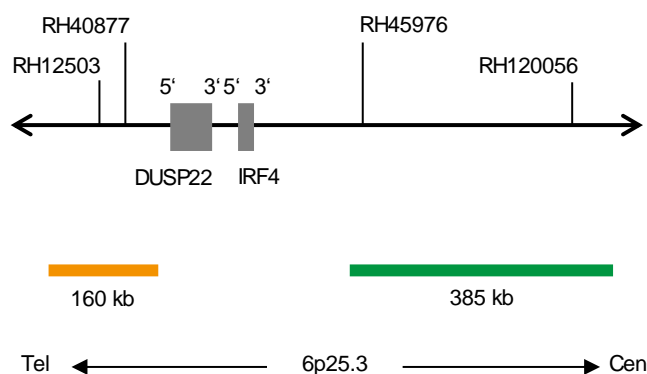

Fig. 1 : Carte de la sonde SPEC IRF4,DUSP22 (pas à l'échelle)
- Polynucléotides marqués au ZyGreen (excitation 503 nm/émission 528 nm) (~10 ng/μl), qui ciblent une séquence de 6p25.3\* (chr6:557,233-940,968) proximale de la région des points de rupture de IRF4,DUSP22 (voir figure 1).
- Polynucléotides marqués au ZyOrange (excitation 547 nm/émission 572 nm) (~4,5 ng/μl), qui ciblent une séquence de 6p25.3\* (chr6:114,722-273,908) distale de la région des points de rupture de IRF4,DUSP22 (voir figure 1).